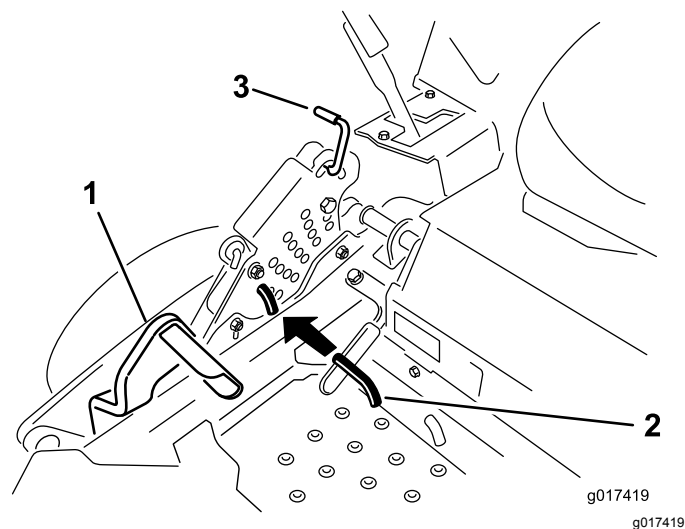

Figure 72
5. Enfoncez complètement la pédale de relevage du tablier de coupe pour verrouiller le tablier à la position de transport de 14 cm (5½ po) (Figure 72).